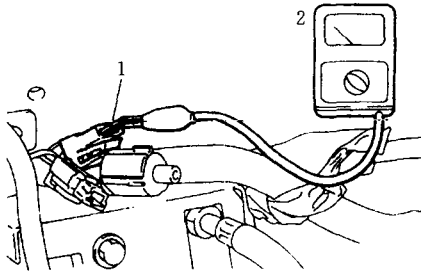

图 13 连接转速表——埃克利普斯车
②从接线一侧把一纸夹插入插接器 1 号端子 (蓝色)。
③将一个初级电压测量型转速表连接到纸夹上 (图 13)。